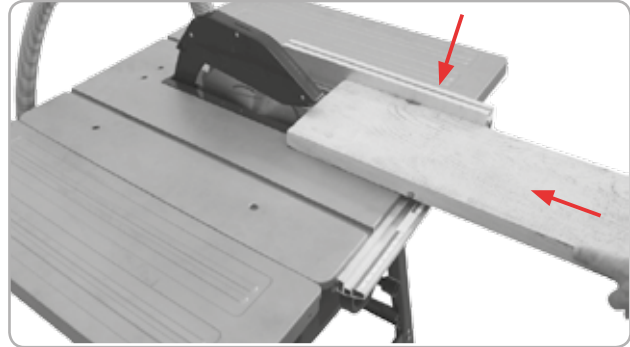

Fig.16
- Asigurați piesele de lucru lungi împotriva căderii la sfârșitul tăierii. Fig. 16